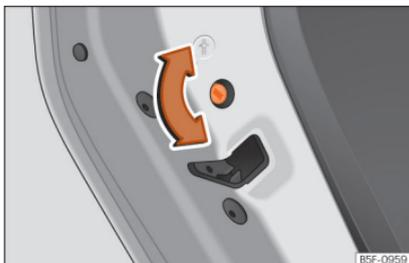

Abb. 72 Kindersicherung in der linken Tür
- Drehen Sie bei geöffneter Tür den Schlitz mit dem Fahrzeugschlüssel an den linken Türen im Uhrzeigersinn »» **Abb. 72** und bei den rechten Türen gegen den Uhrzeigersinn.
- Drehen Sie bei geöffneter Tür den Schlitz mit dem Fahrzeugschlüssel an den linken Türen gegen den Uhrzeigersinn »» **Abb. 72** und bei den rechten Türen im Uhrzeigersinn.